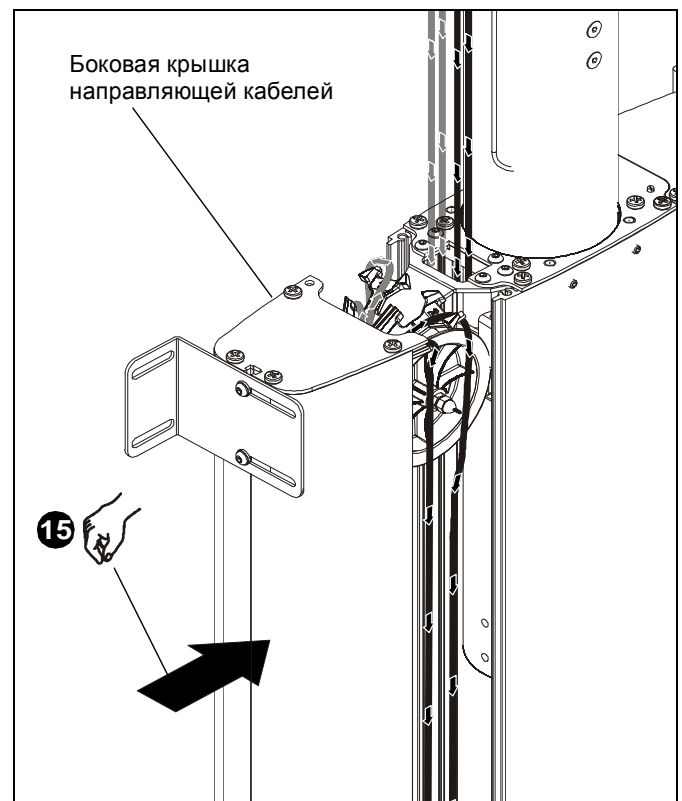

рис. 12
15. Плавно передвигайте боковую крышку направляющей кабелей по креплению CM2 и соедините два отверстия в боковой крышке направляющей кабеля с двумя отверстиями в креплении CM2. (см. рис. 12)